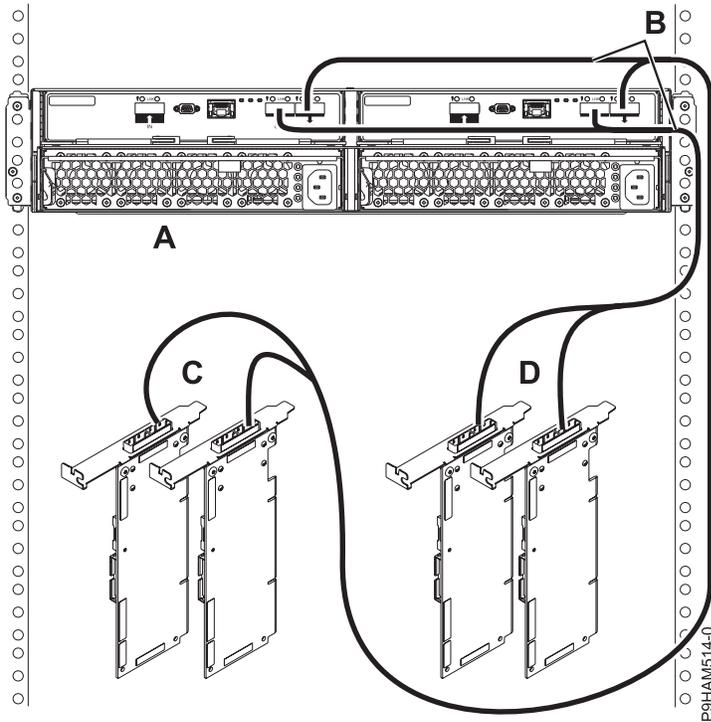

Abbildung 28. Modus 2-Anschluss eines Plattenlaufwerkgehäuses 5887 mit X-Kabeln an zwei SAS-Adapterpaare
19. Schließen Sie ein Gehäuse im Modus 2 (A) mit X-Kabeln (B) an zwei SAS-Adapterpaare (C und D) an, wie in Abb. 28 auf Seite 27 dargestellt, und fahren Sie anschließend mit „Kabel und Netzkabel anschließen und Abdeckungen installieren“ auf Seite 29 fort.